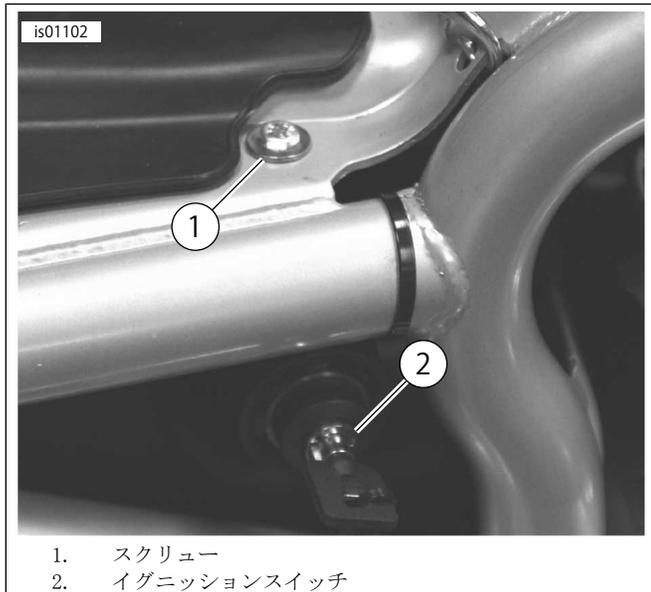

図5。アース接続(2006年以前V-Rodモデル)
1. 「図5」を参照してください。イグニッションスイッチ(2)をフレーム右側に固定しているスクリー(1、シートの下)を取り外します。